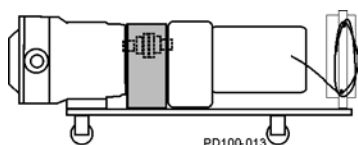
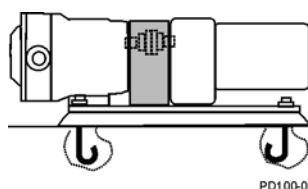

Abb. 4 - Bewegliche Sockelplatte
Abb. 7 - Permanente Montage auf einem Fundament
Eine typische Installationsausführung, bei der die Pumpe und die Antriebseinheit auf einer gemeinsamen Sockelplatte montiert sind. Die Einheit kann in jeder in Abb. 4 bis Abb. 7 gezeigten Ausführung montiert werden (der schattierte Bereich zeigt die Position der Schutzvorrichtung).
**HINWEIS:** Wenn die Einheit wie in Abb. 7 gezeigt montiert wird, muss die Einheit vor der Montage der Fundamentbolzen nivelliert werden.